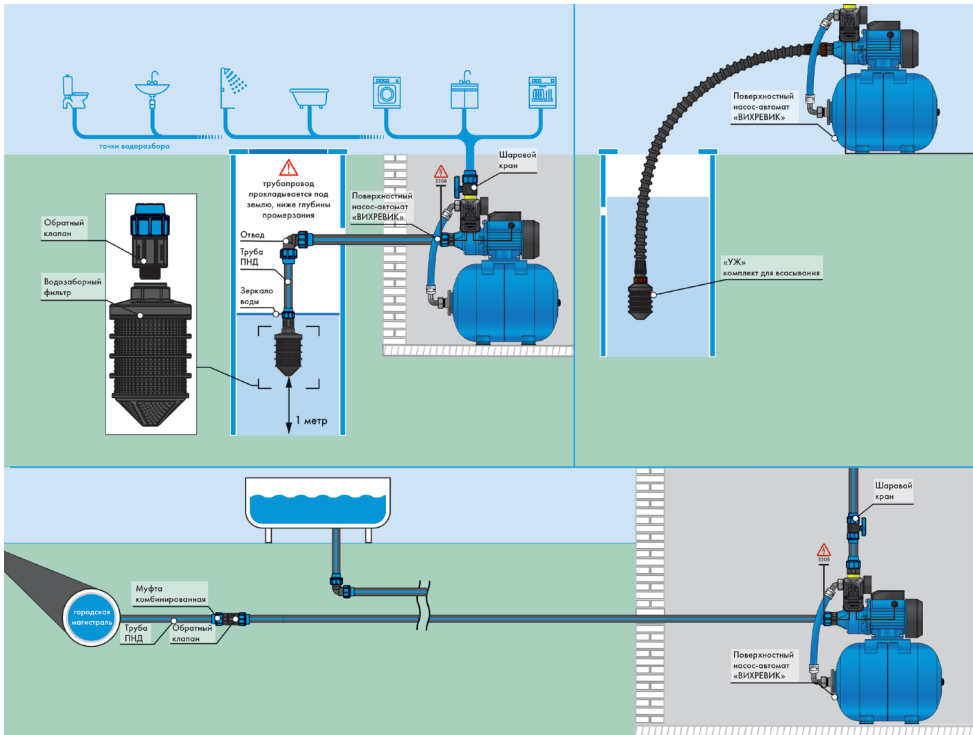

Рисунок 4
5.3 Возможные схемы установки насоса (рисунок 4)